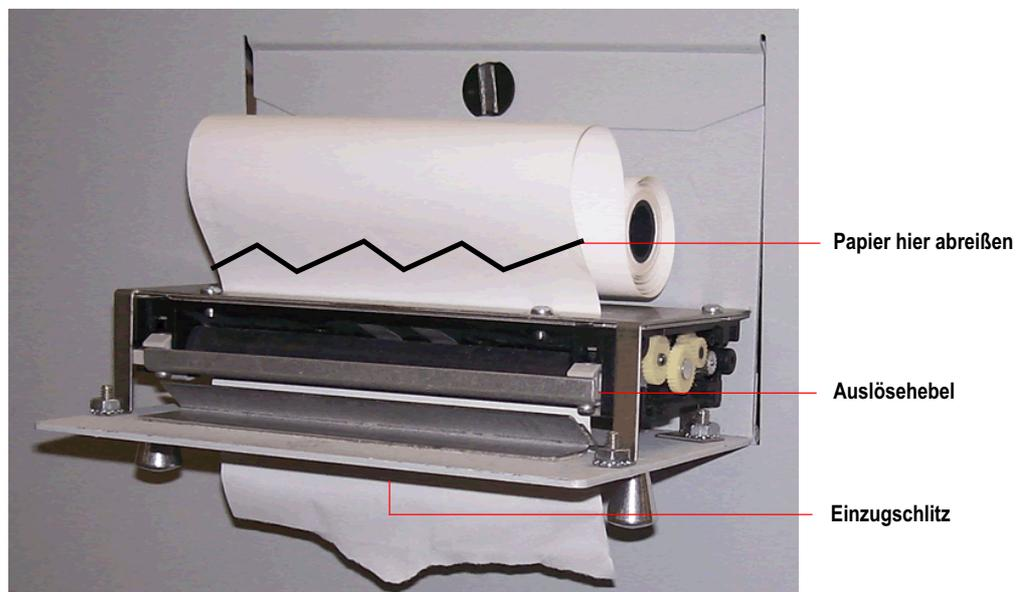

ABBILDUNG 79: Entfernung von Papier
- 4 Legen Sie eine neue Papierrolle auf die Metallwelle und installieren Sie die Rolle so im Drucker, dass das Papier oben von der Rolle eingezogen wird (siehe Abbildung 79). Das Papier wird automatisch in den Drucker eingezogen.